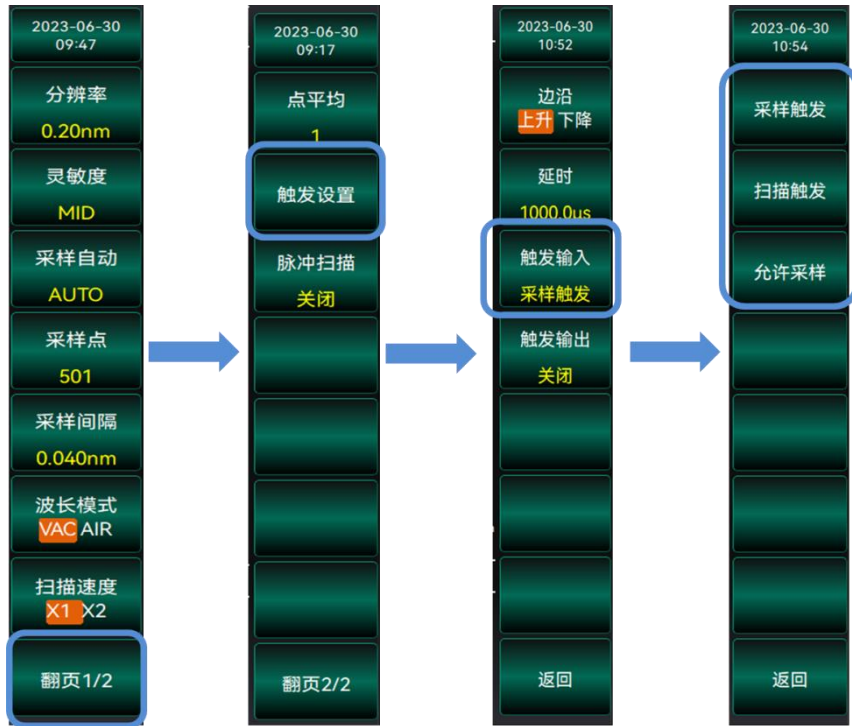

图 3.16 触发输入示意图
4. 根据测量要求可以分别选择采样触发模式，扫描触发模式，允许采样模式，点击后完成设置，如图 3.16 所示。